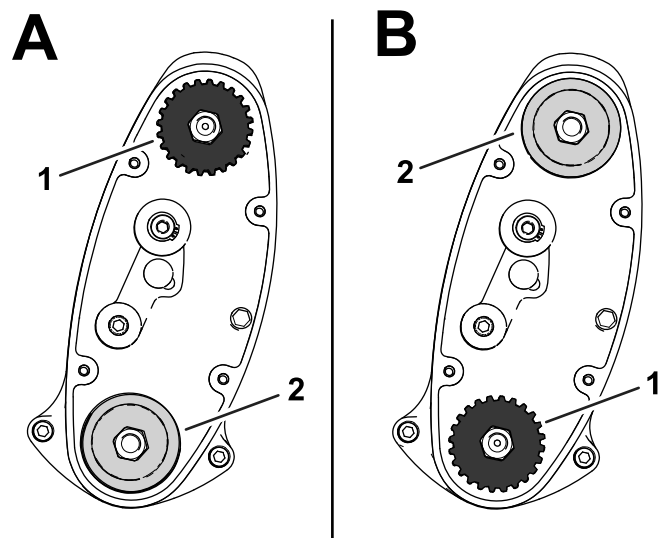

Bild 16
- **HOHE-Stellung:** "A" in Bild 16
- **UNTEN-Stellung:** "B" in Bild 16